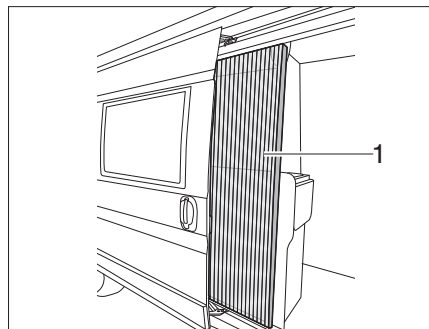

Bild 27 Insektenschutz
- Insektenschutz an der Leiste (Bild 27,1) ganz herausziehen.
- Insektenschutz an der Leiste (Bild 27,1) in Ausgangsstellung zurückschieben.